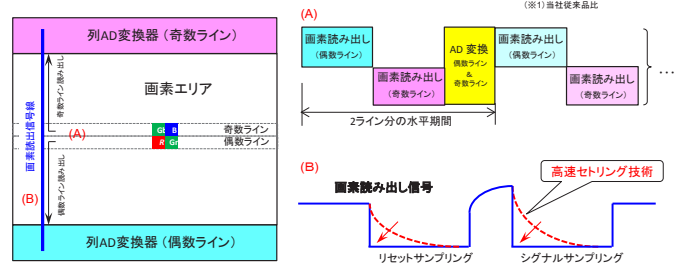
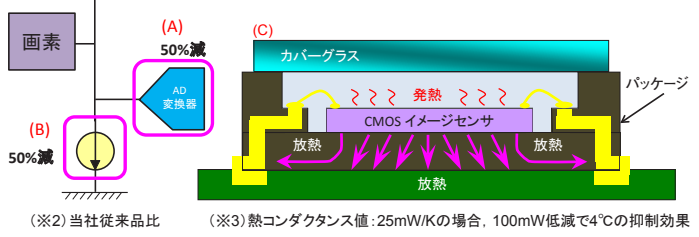

図3 高速読み出し技術
図4 電力低減技術による発熱の抑制
より、ノイズが発生しやすくなり、画質の劣化を招きますが、低消費電力化により発熱を抑制しました。これにより、デジタルビデオカメラなど搭載機器の放熱設計の簡略化、小型化に寄与するとともに、高画質撮影に貢献します（図3）（図4）。
- 図3(B)に示す、画素読出高速化技術にてアナログ電力を50%減(※2)
- (A) Column AD変換器の低電力化
- (B) 画素のソースフォロアの定電流源を低電力化
- (C) 発熱低減効果により、暗電流が抑制され画質向上(※3)